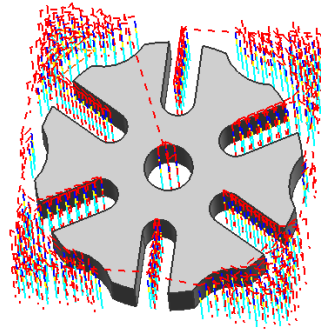

图 5-35 精加工刀具路径
(3) 生成刀具轨迹。完成“插铣”对话框中的参数设置之后，单击“操作”选项组中的刀具轨迹“生成”按钮，而后在图形区显示刀具路径，如图 5-35 所示。